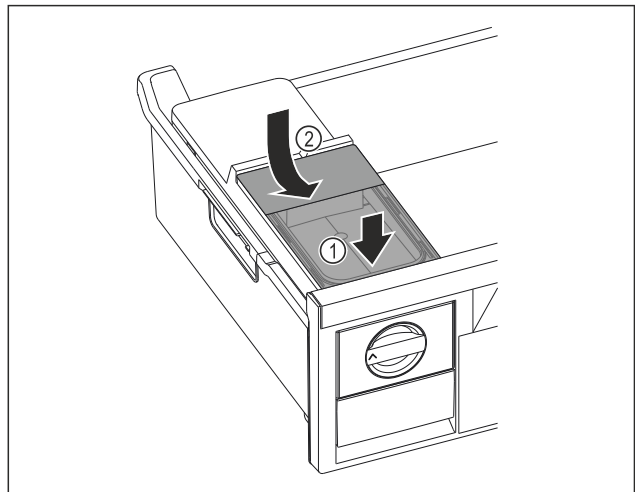

Fig. 129
- Placer le réservoir d'eau à l'avant. Fig. 129 (1)
- Abaisser le réservoir d'eau à l'arrière. Fig. 129 (2)